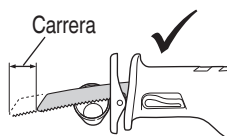
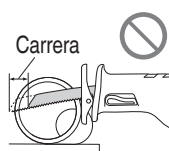

Fig. 15
Fig. 16
- Seleccione una hoja de sierra del largo más apropiado. Lo ideal sería que el largo que sobresale de la base de la hoja de sierra después de restar la carrera sea mayor que el del material (consulte las Fig. 15 y 17). Si corte un tubo grande, una pieza de madera grande, etc., que exceda la capacidad de corte de la hoja, existiría el riesgo de que la misma no haga contacto con la pared interior del tubo, madera, etc., y podrían producirse daños. (Fig. 16, Fig. 18)